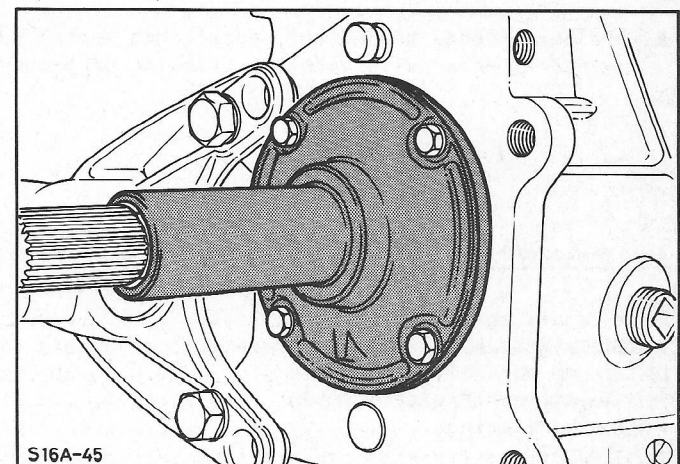

Fig. 37 Geleidehuls van koppelingdruklager aanbrengen.
68. Monteer de geleidehuls van het koppelingdruklager met keerring. fig. 37.